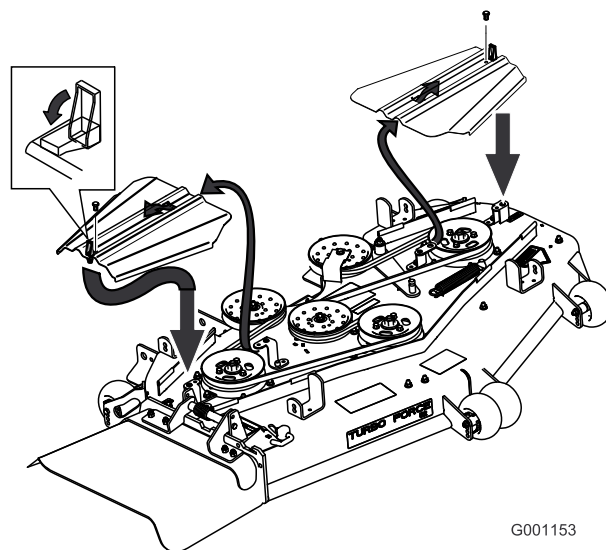

Figure 55
3. Retirez les boulons de fixation des couvercles de courroie et déposez les couvercles (Figure 55).
9. Posez les couvercles en les insérant dans la languette, vissez les boulons en place et fermez les fixations (Figure 55).